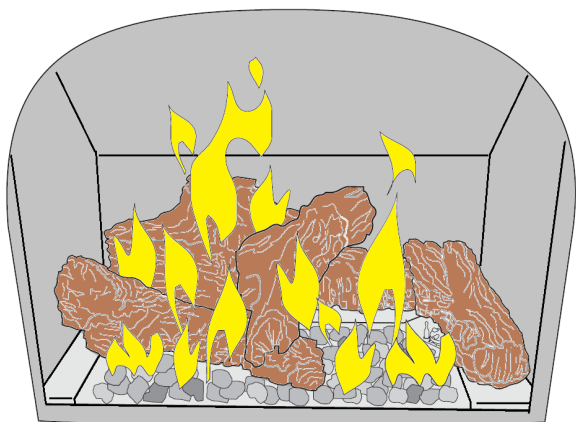

Figure 29. Apparence des flammes au réglage maximal («High») après environ 15 à 20 minutes de chauffage.
3. **RÉGLAGE DU BRÛLEUR** : Ce poêle est doté d'une valve de contrôle de gaz à débit variable qui permet un réglage manuel facile de la hauteur des flammes et de la puissance de chauffage. Pour régler l'intensité des flammes entre le maximum et le minimum, tournez le bouton «HI/LO». La hauteur des flammes peut être ajustée jusqu'à environ 50% de la plage comprise entre les réglages BAS et HAUT. Voir fig. 29.